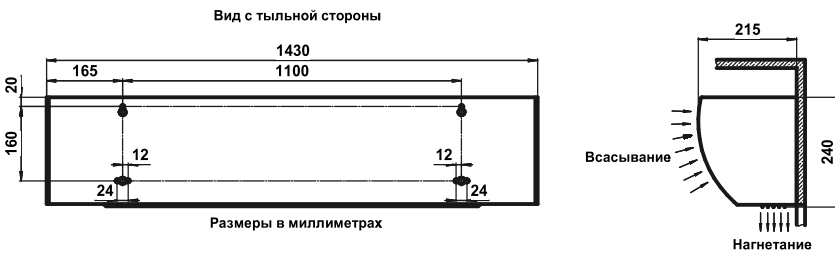

Рис.3. Габаритные и установочные размеры
- разметьте и просверлите отверстия в стене (установочные и габаритные размеры завесы представлены на рис. 3 Приложения);